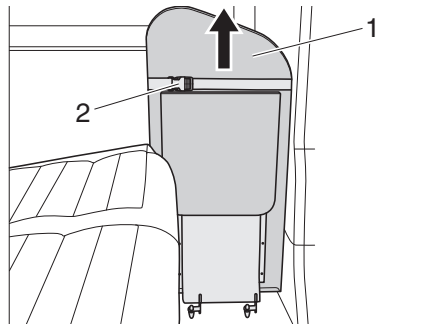

Figure 33 Déplier le plateau de table
- Ouvrir la fermeture de la sangle de serrage (Figure 33, 2).
- Faire glisser le plateau de table (Figure 33, 1) vers le haut en butée et l'incliner ensuite vers le bas, jusqu'à ce que le support s'encliquète.
- Fermer la fermeture de la sangle de serrage (Figure 33, 2).